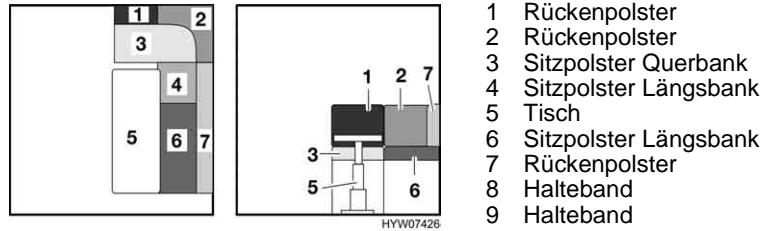
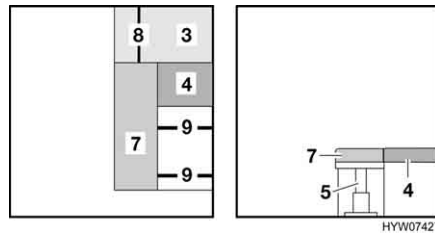

Bild 119 Vor dem Umbau
Bild 120 Während des Umbaus
- Den festen Tisch mit Teleskoptischfuß (Bild 119,5) zum Bettunterbau umbauen (siehe Abschnitt 6.7).
- Die Rückenpolster (Bild 119,1 und 2) abnehmen und beiseite legen.
- Das Rückenpolster (Bild 119,7) abnehmen und so auf den Tisch legen, dass die beiden Haltebänder (Bild 120,9) nach außen zeigen. Das Halteband (Bild 120,8) muss nach hinten zeigen.
- Das Sitzpolster der Längsbank (Bild 119,6) abnehmen und beiseite legen.
- Die beiden Haltebänder (Bild 120,9) mit den Druckknöpfen befestigen.
- Das Sitzpolster der Querbank (Bild 120,3) innen anheben und das Halteband (Bild 120,8) ebenfalls mit dem Druckknopf befestigen.